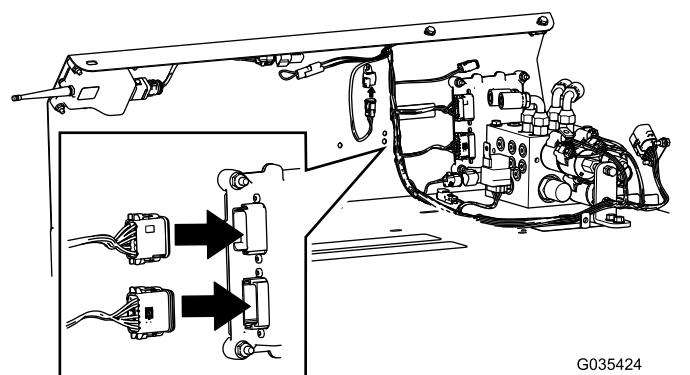

Figure 15
6. Branchez les connecteurs du contrôleur aux adaptateurs du contrôleur (Figure 15).